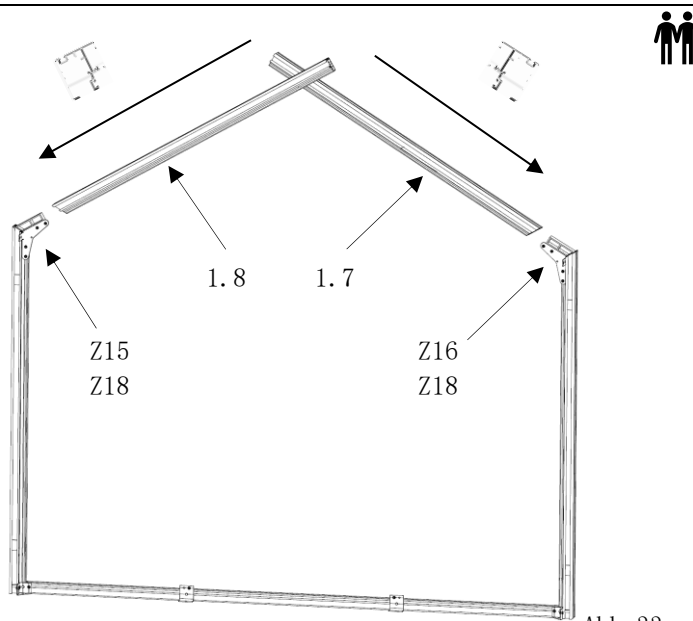

Abb. 33
- beim Verbinden der Ortgangprofile diese leicht voneinander wegdrücken. (Abb. 33)